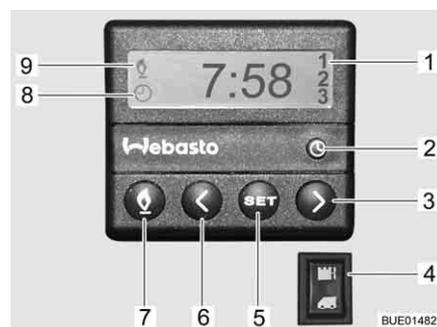

Bild 171 Bedieneinheit für Standheizung
- Taste (Bild 171,7) drücken. Der Heizbetrieb wird durch das Symbol (Bild 171,9) angezeigt. Das Gebläse wird erst bei einer Kühlwassertemperatur von 30 °C zugeschaltet.
- Standheizung manuell ausschalten:* ■ Taste (Bild 171,7) drücken. Das Symbol (Bild 171,9) erlischt.
- Motorbeheizung zuschalten:* ■ Schalter (Bild 171,4) unten drücken. Motor wird vorgewärmt. Das Gebläse wird sofort zugeschaltet.
- Motorbeheizung abschalten:* ■ Schalter (Bild 171,4) oben drücken. Motor bleibt kalt.
- Uhrzeit einstellen:* ■ Taste (Bild 171,2) drücken. Die Uhrzeiteinstellung wird durch das Symbol (Bild 171,8) angezeigt.
■ Mit den Tasten (Bild 171,3 und 6) die Uhrzeit einstellen.
- Heizbeginn programmieren:* ■ Taste (Bild 171,5) drücken.
■ Innerhalb von 10 Sekunden mit den Tasten (Bild 171,3 und 6) die Einschaltzeit einstellen.
- Programmierte Einschaltzeit auswählen:* ■ Taste (Bild 171,5) so oft drücken, bis die gewünschte Programmnummer (Bild 171,1) im Display angezeigt wird.